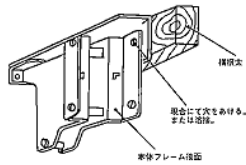

図10
6. 以下に示すイまたはロの方法で本体フレームの側面を固定して下さい(図10参照)。故障等による取替えが発生したときのことを考慮し、イの方法を推奨いたします。